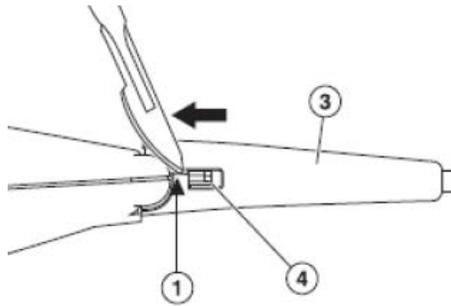

Figure 1. Emplacement de l'incision sur le réducteur de tension (partie supérieure du dispositif)
- 2. À l'aide d'un scalpel à lame n° 11, détacher le réducteur de tension gris de la poignée en réalisant une incision au niveau des attaches blanches situées au-dessus et en dessous de la poignée. Réaliser ces incisions à partir des attaches blanches et en direction de la poignée. Voir figures 1 et 2.*
- 3. À l'aide d'une pince hémostatique, faire glisser le réducteur de tension le long du cathéter, dans la direction opposée à la poignée. Voir figures 1 et 2.*